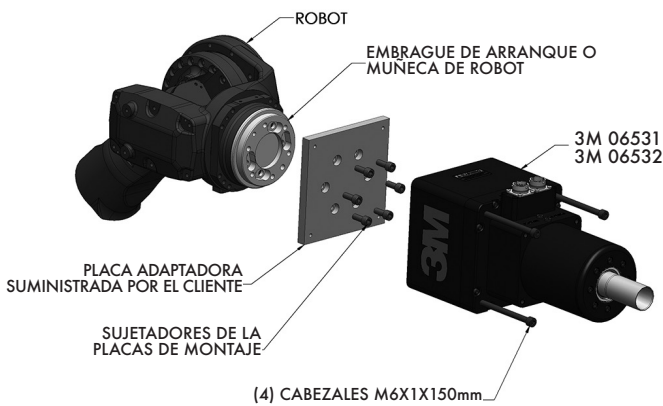

Figura 3. Montaje directo del motor del husillo
Para montar la herramienta, primero fije la placa de montaje suministrada por el cliente a la brida de montaje del robot o al embrague de arranque, según las especificaciones del fabricante. Una vez que la placa de montaje esté fija, coloque la herramienta contra la placa de montaje e instale cuatro (4) tornillos de ensamblaje huecos hexagonales M6x1x145 mm. (Vea la Figura 3) Apriete los sujetadores al torque especificado en la sección Especificaciones técnicas.